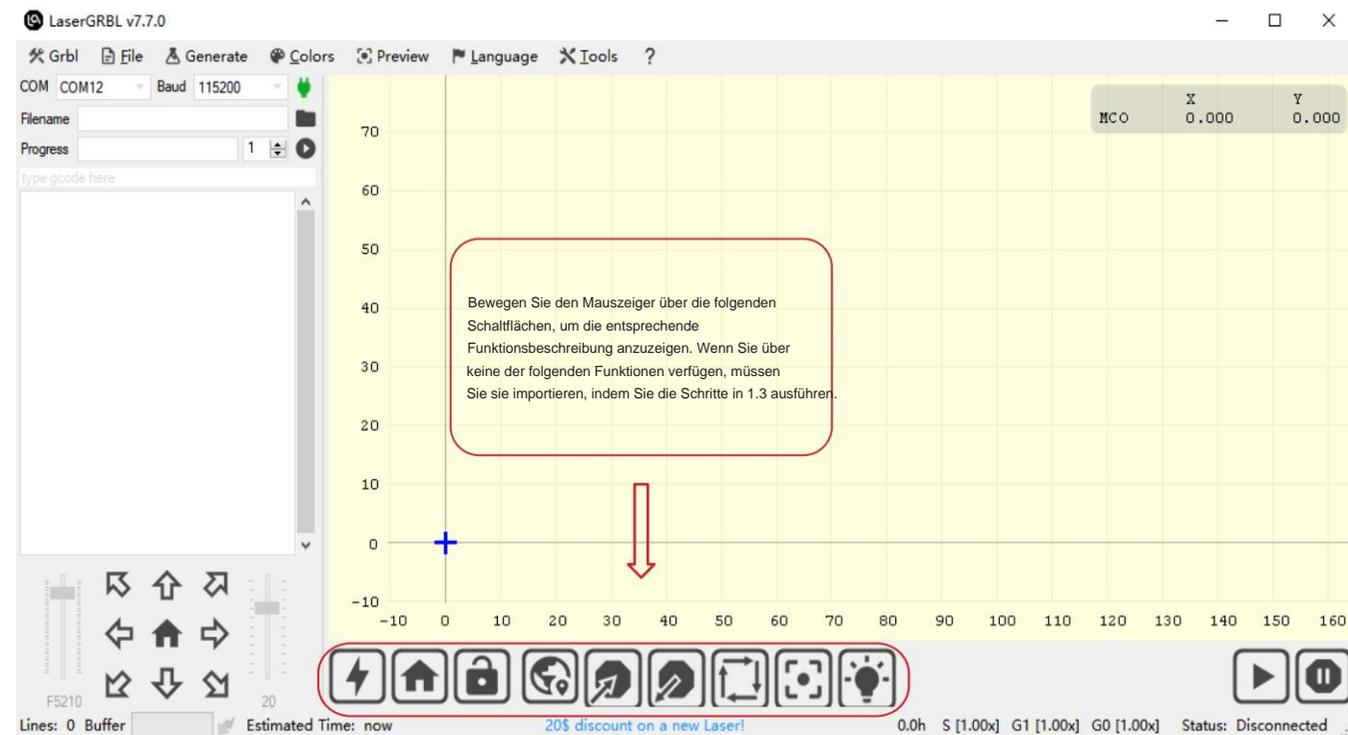

Abbildung 2 Schnittstelle von LaserGRBL
• Die installierte Software wird wie in Abbildung 2 dargestellt.